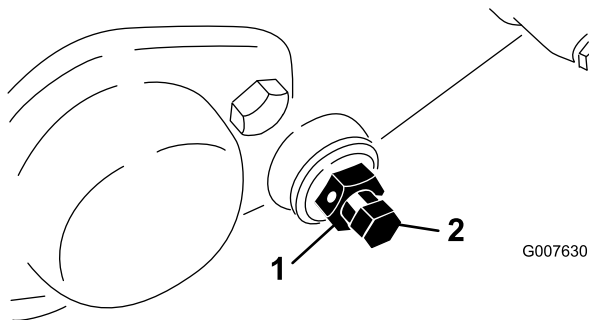

Figura 49
3. Allentare, da ciascun lato della macchina, il controdado che fissa il bullone della barra di appoggio (Figura 49).
4. Togliere i bulloni della controbarra perché quest'ultima possa essere tirata in giù e tolta dalla macchina. Conservare le due rondelle di nylon e le due rondelle in acciaio stampato presenti su ciascun lato della barra di appoggio (Figura 49).